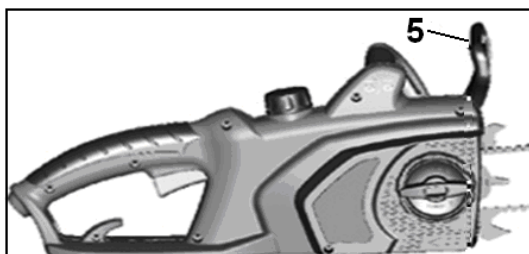

Fig. 16
2. Relâcher le frein de chaîne en tirant fermement le protège-main avant (Fig.1, 5) vers l'arrière de la tronçonneuse électrique jusqu'à ce qu'un clic retentisse. Pour s'assurer que le frein de chaîne a été relâché, la chaîne devrait être capable d'être déplacé manuellement. (Fig. 16 et 17)